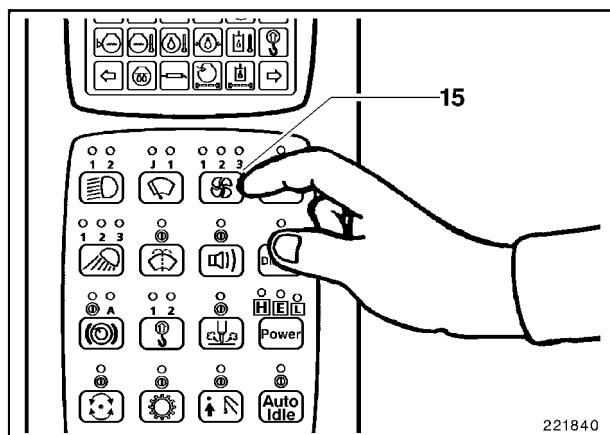

Fig. 10
- Conmutar el ventilador por la tecla (15, Fig. 10) para llegar a la potencia de ventilación deseada (escalones 1 - 3).
- En dependencia de la cantidad de aire caliente deseado se debe conmutar el ventilador por la tecla (15, Fig. 10) a los escalones 1 - 3.